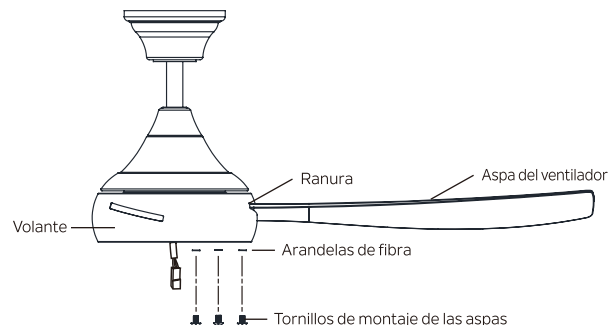

Figura 18
Paso 1. Inserte el asa del ventilador a través de una ranura en el volante. **(Figura 18)**
Paso 2. Repita para las aspas restantes. **(Figura 18)**